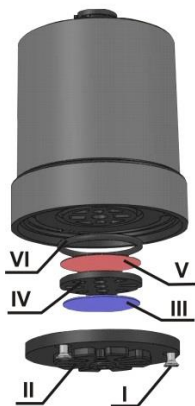

Рисунок 6.1
6.6 Для обеспечения защиты газового сенсора БД для тяжелых условий эксплуатации от проникновения воды и пыли используется система, изображенная на рис. 6.1. Она состоит из:
- (I) – крепежные винт, (II) – защитная крышка,
- (III) – металлическая защитная сетка, (IV) – крышка сетки,
- (V) – гидрофобная мембрана с размером пор 0.6 мкм типа МФФК-4 (диаметр 25мм), (VI) – уплотнитель мембраны.
Сборку производить согласно рис. 6.1. Уложить элементы (III), (IV) и (V) на защитную крышку (II) – защитная крышка в сборе. Мембрану положить ровно по центру. Вставить уплотнитель (VI) в паз корпуса БД. Приставить защитную крышку в сборе к корпусу БД – есть ключ для однозначной установки. Зажать винты (I).